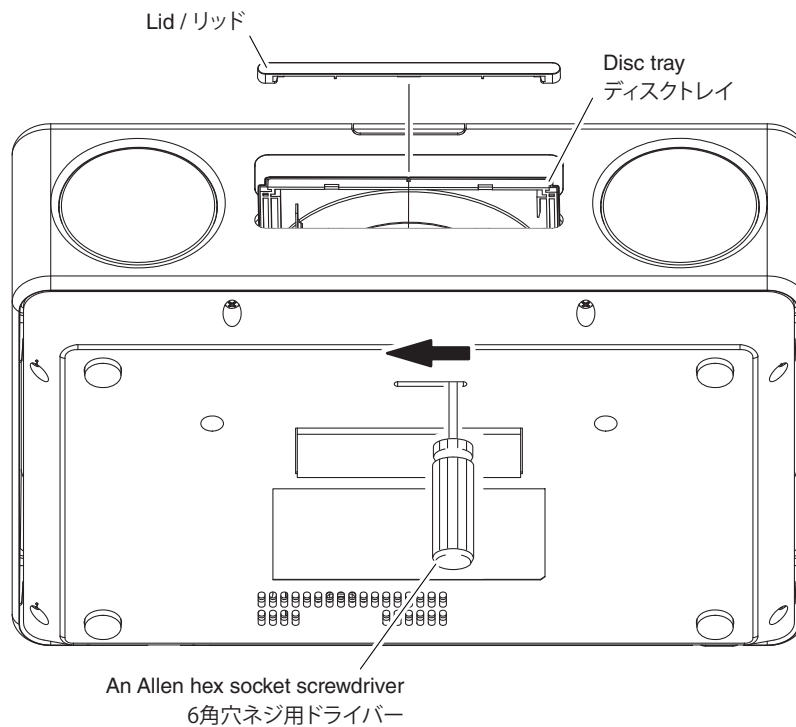

Fig. 1
- Using an Allen hex socket screwdriver (2.5 mm), move the slider in the direction indicated in the figure below until the disc tray comes out. (Fig. 1)
- 六角穴ネジ用ドライバー（2.5 mm）で、スライダを図に示す矢印の方向に、ディスクトレイが出てくるまで、動かします。（Fig. 1）
- Open the disc tray, remove the lid and close the disc tray. (Fig. 1)
- ディスクトレイを開き、リッドを外し、ディスクトレイを閉じます。(Fig. 1)